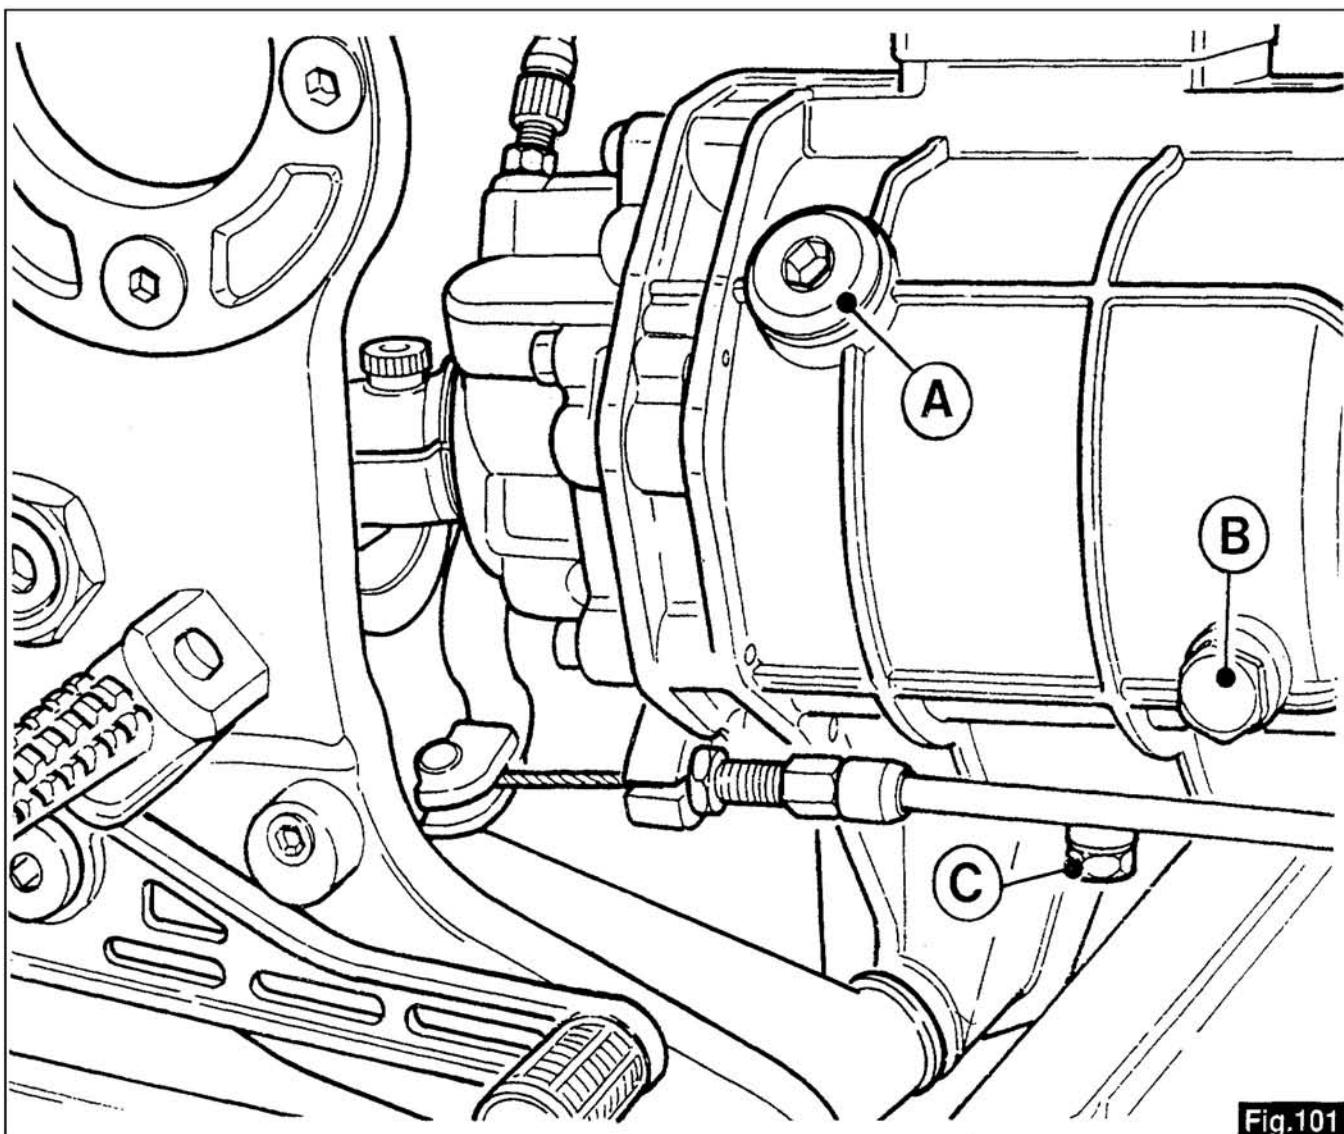

Fig.101
12.1 LUBRIFICATION DE LA BOITE DE VITESSES (fig.101)
12.1 GETRIEBESECHMIERUNG (Abb.101)